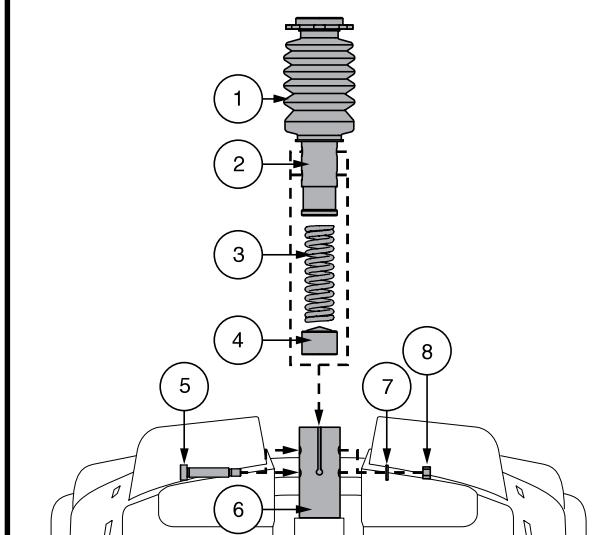

Figura 20. Regolazione altezza sedile - Asta Del Sedile
4. Spingere in basso l'asta del sedile allentando e rimuovendo il bullone laterale, la rondella e il dado. Vedere figura 20.
6. Installare la molla desiderata. Vedere la figura 20.
2. Posizionare la seduta a testa in giù per poter lavorare sulla base della seduta. **Vedere figura 20.**